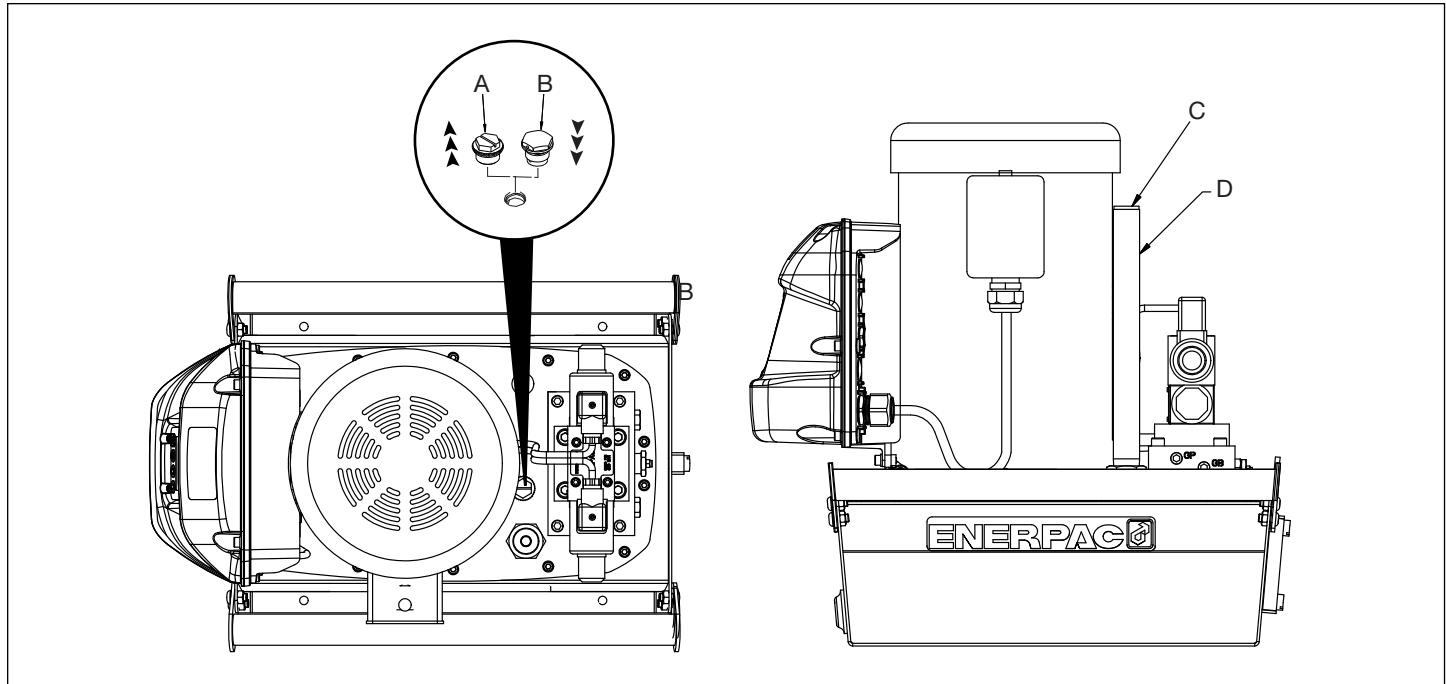

Figura 2, Instalação da Tampa de Respiro ZW
4.1 Tampa de Respiro do Reservatório (Ver Figura 2)